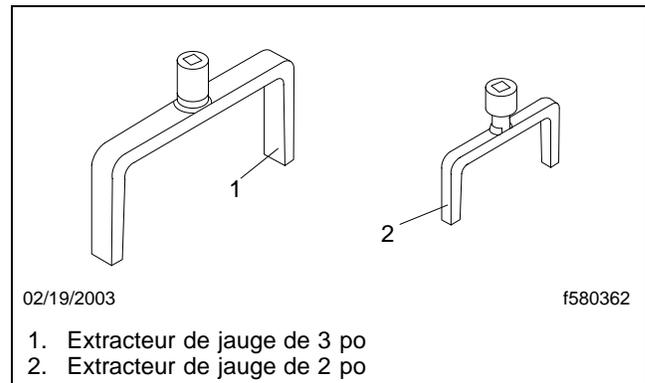

Fig. 3, Extracteur de jauge
7. Placez un extracteur de jauge sur l'anneau de retenue. Reportez-vous à la **figure 3**.